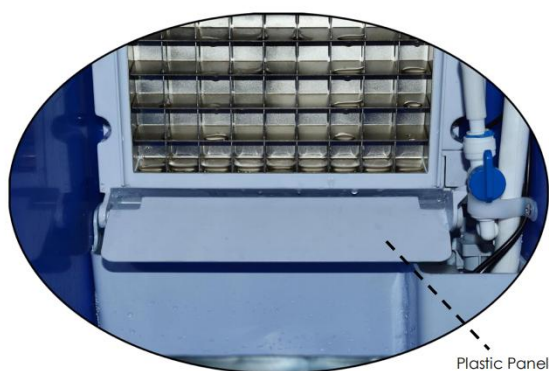

Рис.1
4. По мере увеличения производства кубиков льда пластиковая панель внутри устройства (рис.1) может быть прижата кубиками льда. Когда пластиковая панель будет прижата, аппарат автоматически прекратит производство льда, и загорится индикатор «stoppage». Регулярно убирайте льда для продолжения работы.